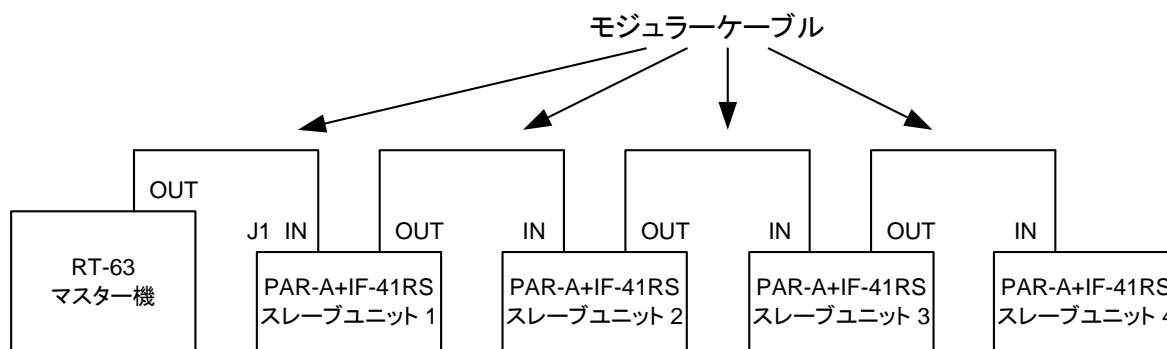

Fig.14 RT-63 を使用したりモートコントロール
- ・ RT-63(当社製品リモートコントローラ)をマスター機として Fig.14 のように接続すれば同時に 4 台の PAR-A 電源(IF-41RS 搭載)を次の項目に関して制御できます。
- ① MAIN OUTPUT KEY の ON/OFF
- ② PRESET KEY 1.2.3.4 の切り替え(PAR 電源では PRESET KEY 4 を選択した時は VARIABLE KEY が選択されます。)